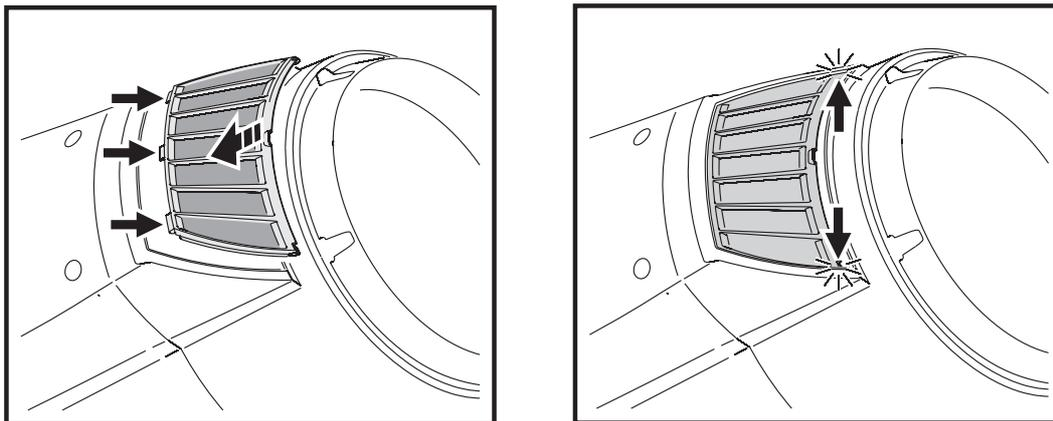

Figura 17: Montaje de los filtros de aire de la cabeza
6. Observar la Figura 17. Insertar las tres pestañas de cada uno de los portafiltros de la cabeza en sus ranuras correspondientes, coger los extremos de cada uno de los filtros y presionar suavemente hasta que queden de nuevo en su posición original.